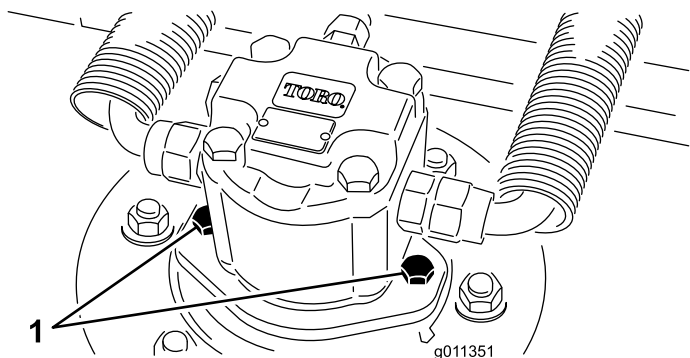

Figura 118
2. Scollegate e staccate il motore idraulico dall'apparato di taglio (**Figura 118**). Coprite la parte superiore del fusello per impedire che venga contaminato.
3. Montate il motore idraulico sull'apparato di taglio (**Figura 118**). Verificate che l'anello toroidale sia in sede e non sia danneggiato.